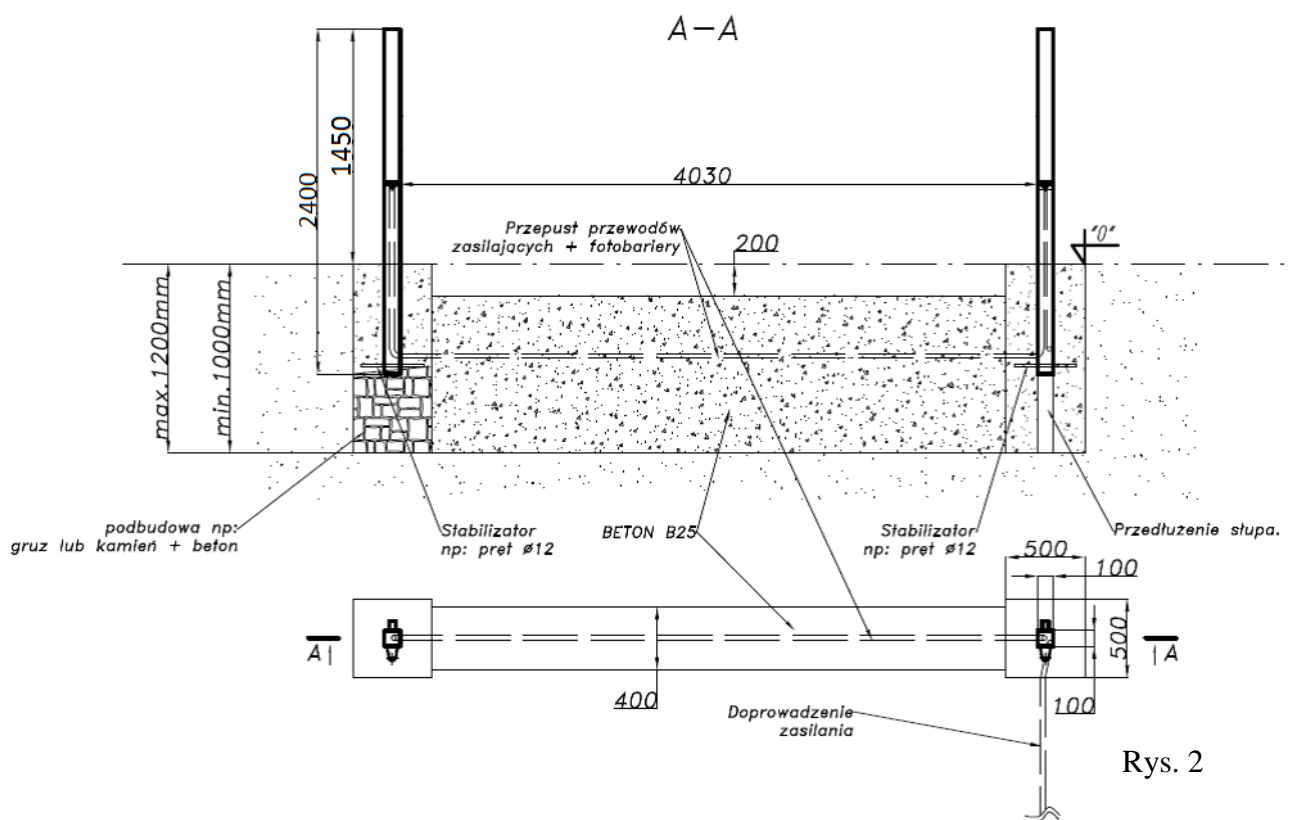

Rys. 1
1. Brama dwuskrzydłowa TRENTO (Rys. 1) występuje tylko w wersji automatycznej.